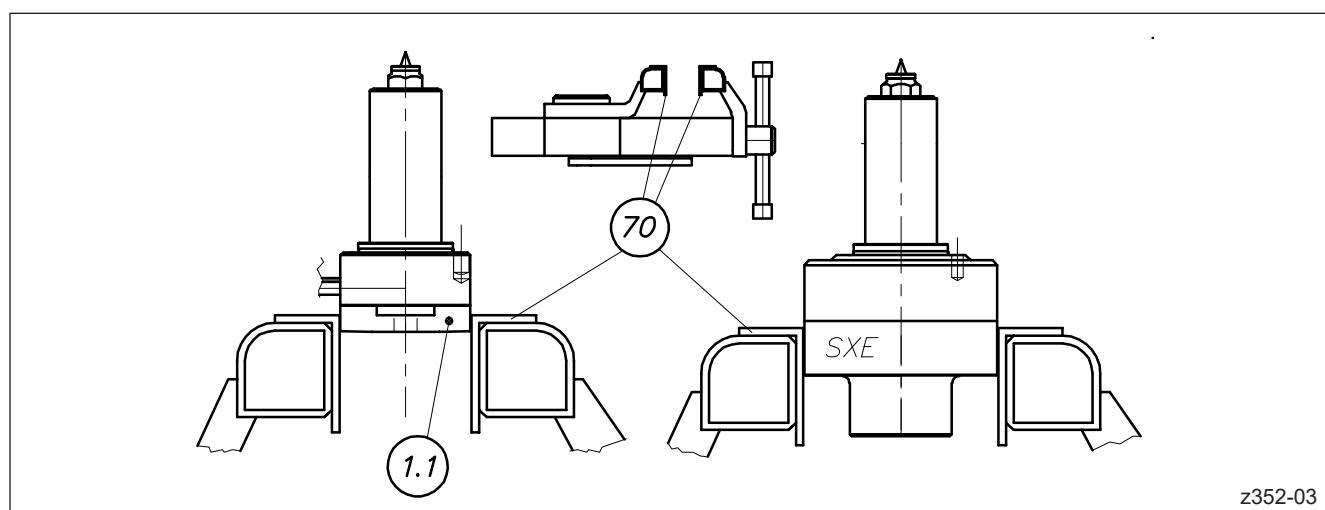

Abbildung 55: Einspannen der ausgebauten HPS III Düse im Schraubstock
Die Düse muss immer am Druckrohr (Pos. 1.1) eingespannt werden. Eine HPS III-SXE Einzeldüse wird am Körper eingespannt (vgl. Abbildung 55).
1. Für den Spitzenwechsel innerhalb des Werkzeugs Konturplatte (Pos. 56) in kaltem Zustand entfernen. Für den Spitzenwechsel bei ausgebauter Düse diese in den Schraubstock einspannen (vgl. Abbildung 55) und an ein Heißkanalregelgerät anschließen.